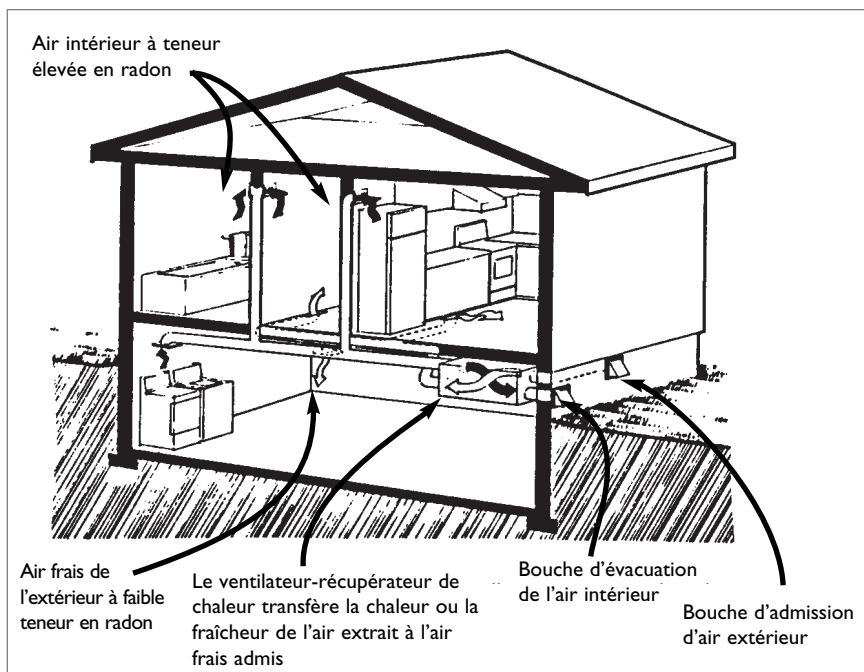

Figure 14 : Augmentation de la ventilation au moyen d'un VRC
La ventilation mécanique vient compléter le renouvellement naturel de l'air lorsqu'il s'agit d'évacuer le radon d'une maison. Il faut installer un système où l'entrée et la sortie de l'air sont contrôlées pour éviter une dépressurisation de la maison, ce qui pourrait favoriser l'infiltration de radon. L'installation d'un ventilateur-récupérateur de chaleur (VRC) permet d'atteindre cet objectif (voir la Figure 14).
- Installer un système de ventilation équilibrée tel un ventilateur-récupérateur de chaleur (VRC). Ce dispositif fonctionne à l'aide de deux ventilateurs, l'un d'aspiration et l'autre d'évacuation (voir la Figure 14, page 26). Il permettra de réduire la consommation d'énergie associée à la ventilation accrue de la maison.